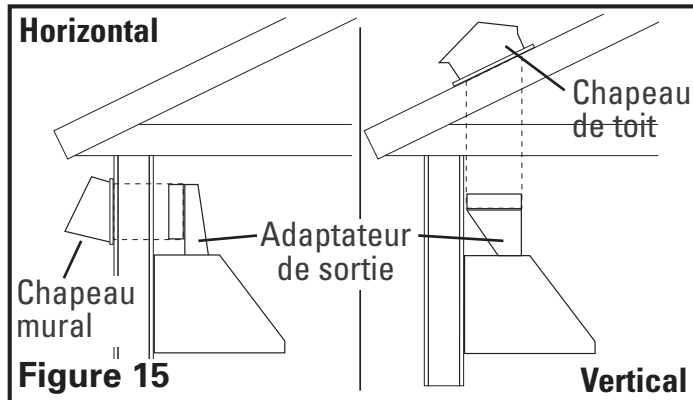

Figure 15
7. Déterminer le type de conduits dont vous aurez besoin (**Figure 15**).
REMARQUE : Lorsque la terminaison du conduit est similaire à celle illustrée à la figure 15 (passant au travers du mur sur lequel la hotte est installée) l'installation requiert une considération spéciale. Dépendant de où les montants muraux sont situés, il peut être nécessaire de couper un montant mural ou plus et d'installer une chevêtre et une assise pour transférer la charge aux montants adjacents. Des montants additionnels pourraient devoir être bâtis dans l'ouverture pour fixer la cloison sèche et pour fixer la hotte. Si vous rencontrez cette situation, Air King recommande que vous embauchiez un professionnel et que vous vous conformiez avec tous les codes du bâtiment applicables.